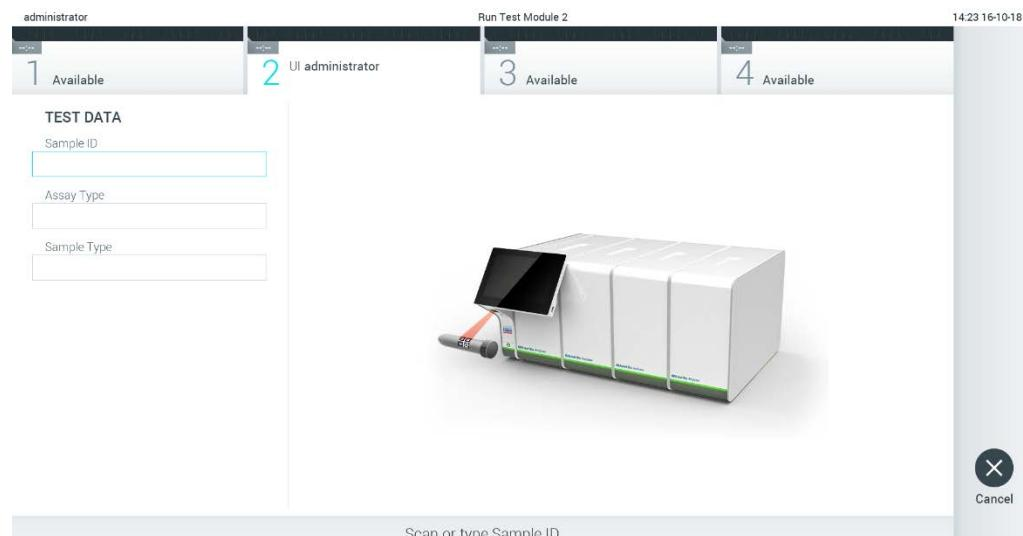

Figura 23. Scanarea codului de bare cu ID-ul probei.
2. Atunci când vi se solicită acest lucru, scanăți codul de bare pentru ID-ul probei, folosind cititorul de coduri de bare integrat în modulul operațional (Figura 23).